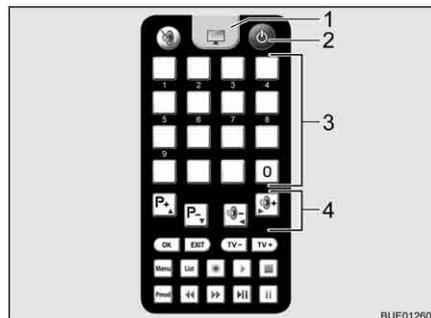

Fig. 24 Mando a distancia
- Pulsar la tecla "⏻" (Fig. 24,2) del mando a distancia.
- Ajustar la emisora deseada con las teclas de memoria (Fig. 24,3) o las teclas de función (Fig. 24,4).